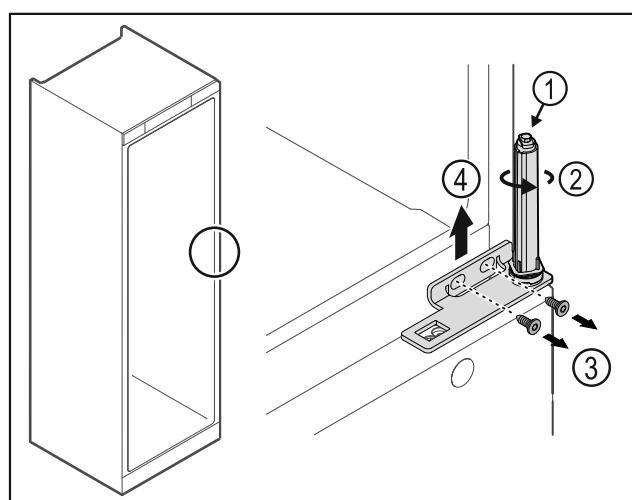

Fig. 32
- Не розбирати систему закриття дверей Fig. 32 (1).
- Повернути систему закриття Fig. 32 (2) до клацання.
- Ослабити гвинти Fig. 32 (3), шарнірний кутик Fig. 32 (4) зняти рухом вгору.